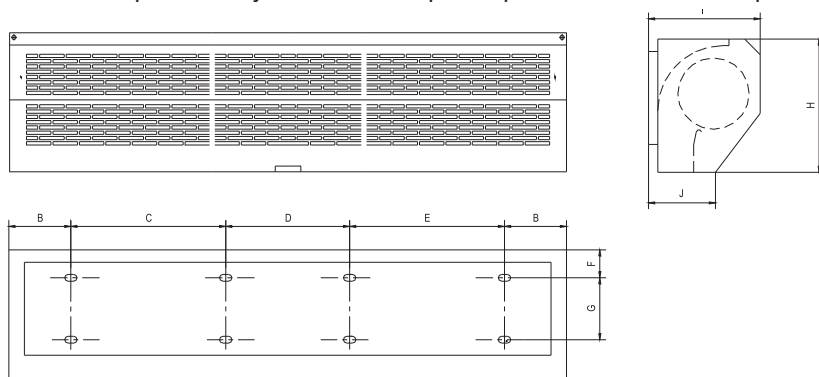

Рис. 4 – Габаритные и установочные размеры
7.1.2 Габаритные и установочные размеры в соответствии с рис. 4.